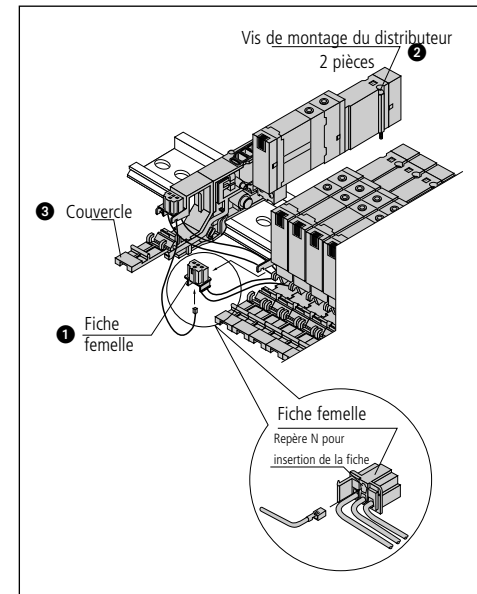
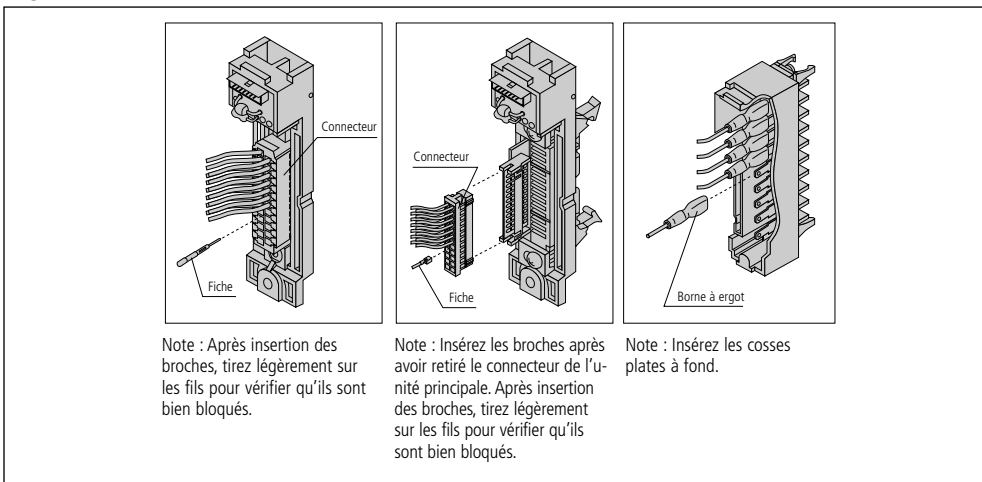

Fig 19
Fig 21
Desserrez les vis de montage du distributeur (2) (Fig. 19) ; sur la face 'U', retirez le distributeur et sortez la fiche femelle (1) (Fig. 19). Insérez le fil commun (rouge) du bloc d'embase à ajouter à la partie prévue pour l'insertion de la fiche (repère N)(Fig. 19) de la fiche femelle retirée à la rubrique 5 ci-dessus. Remontez la fiche femelle sur l'embase. Installez le bloc d'embase supplémentaire sur la face 'U' du rail DIN. Consultez le schéma de circuit et insérez les fils (Fig. 21).
Note : Bobine A fil noir, Bobine B fil blanc (Fig. 21)
Introduisez le fil dans le bloc d'embase, en faisant attention à ne pas le coincer, fermez le couvercle (3) (Fig. 19).